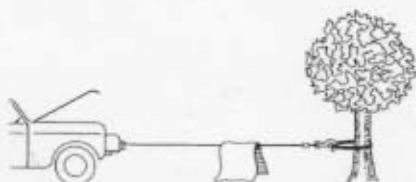

Figura 3
19. TOME LAS PRECAUCIONES NECESARIAS PARA EVITAR EL CONTRAGOLPE debido a la ruptura del cable metálico durante la operación del cabrestante; cuelgue una manta o una alfombra sobre el cable metálico cerca del extremo del gancho (Vea la Figura 3).